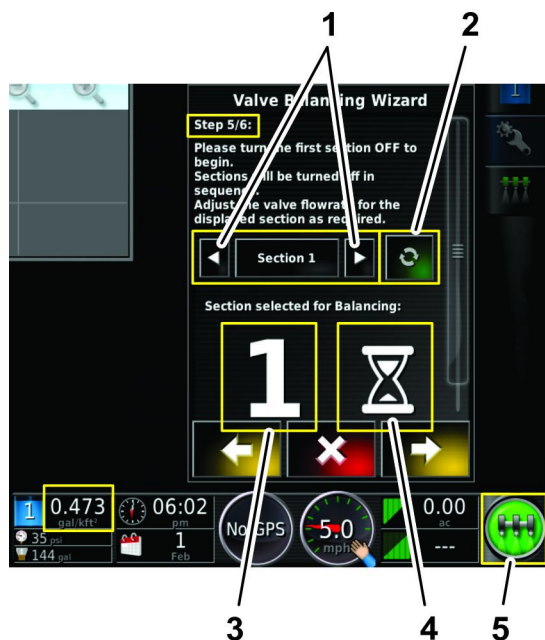

Figura 144
- Attendete che il software GeoLink elabori l'azione della portata (Figura 144).